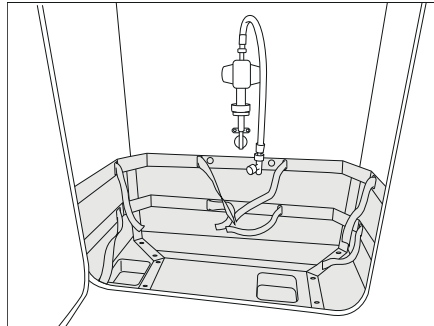
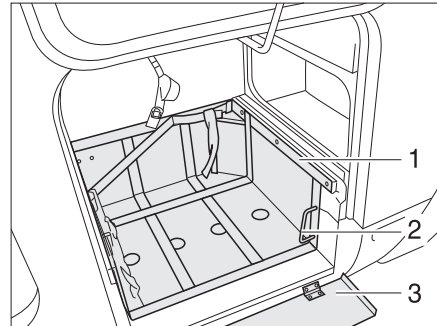

Bild 206 Gaskasten
Bild 207 Gaskasten, mit ausziehbarem Schlitten
- Wenn ein Schutzblech vorhanden ist, das Schutzblech (Bild 207,3) nach unten klappen.
- Den Schlitten (Bild 207,1) über den Griff (Bild 207,2) entriegeln.
- Schlitten (Bild 207,3) bis zum Anschlag herausziehen.
- Griff (Bild 207,2) zurückdrehen.
- Den Schlitten (Bild 207,3) über den Griff (Bild 207,2) entriegeln.
- Schlitten (Bild 207,3) bis zum Anschlag einschieben und Griff (Bild 206,2) zurückdrehen.
- Wenn ein Schutzblech vorhanden ist, das Schutzblech (Bild 207,1) nach oben klappen.